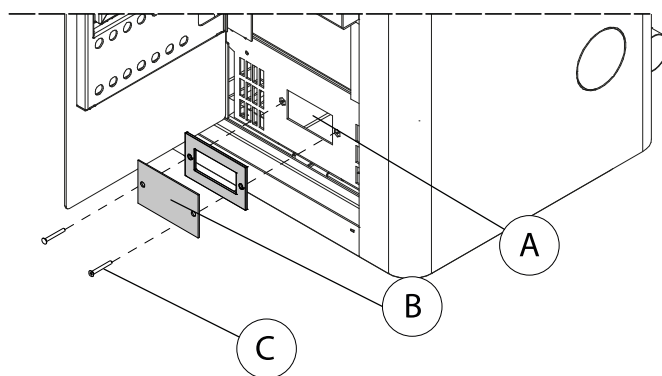

Fig. 6.1.2
- pour un accès facile au ventilateur (A) il suffit d'enlever le cache (B) avec son joint en agissant sur les deux vis (C) (Fig. 6.1.2).